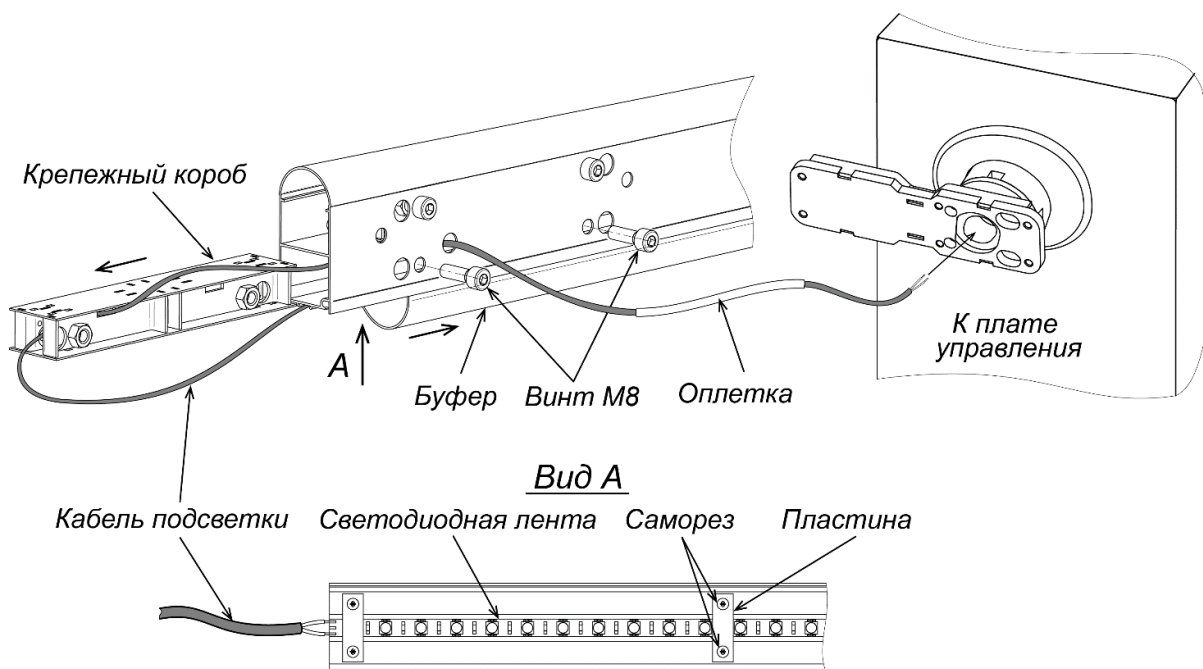

Рисунок 12. Монтаж подсветки стрелы PERCo-GBO
1. Снимите боковую заглушку стрелы, открутите два винта М8 и извлеките нижний крепежный короб из стрелы (см. рис. 12).
6. Наденьте на провода предохраняющую оплетку, входящую в комплект поставки стрелы, и заведите их внутрь корпуса стойки шлагбаума через отверстие в кронштейне стрелы (см. рис. 12). После установки стрелы на стойку шлагбаума (см. разд. 8.5.4) подключите провода подсветки стрелы к контактам +12V – BOOM контактной колодки X11 согласно схеме на рис. 22, соблюдая полярность.